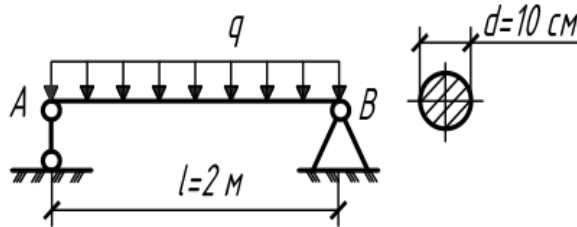

Рис. 5.27
**5.27. Определить модуль упругости материала балки, радиус кривизны оси балки в сечении  $A$  и угол поворота на свободном конце, если  $\sigma_{\max} = 70$  МПа и прогиб в точке  $B$  равен 2 см (рис.5.27).**